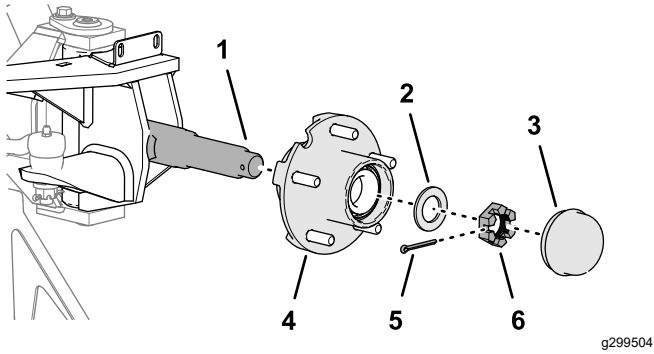

Figure 13
1. Placez le moyeu devant la fusée et glissez-le dessus avec précaution (Figure 13).
2. Placez la rondelle de butée et l'écrou crénelé (1 po) sur la fusée (Figure 13).
6. Fixez l'écrou crénelé à l'embout de bielle de direction avec la goupille fendue (Figure 13).